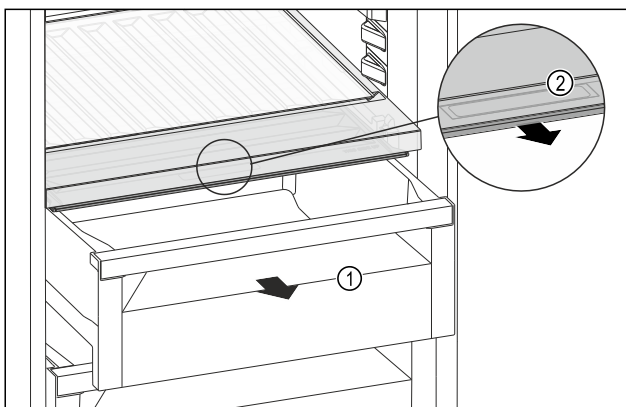

Fig. 162
- ▶ 拉出抽屉 Fig. 162 (1)。
- ▶ 抓住抽屉盖上的内嵌式拉手 Fig. 162 (2)，并同时向前拉出抽屉盖。